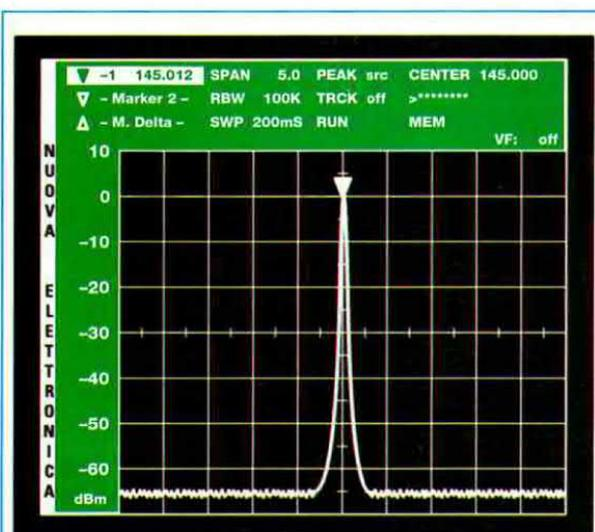

Fig.56 Dopo aver reso attivo il Marker 1, portate la V sulla frequenza fondamentale.
**Fig.55** Con uno Span di 1000 (vedi fig.50) difficilmente riuscirete a leggere un'esatta frequenza. Per leggere un'esatta frequenza dovrete scegliere uno Span di 5, poi digitare nella riga Center l'esatto valore della frequenza fondamentale. Questa traccia si porterà esattamente al centro dello schermo. Se doveste notare che il segnale fuoriesce dallo schermo pigiate i tasti F1, 7 e poi pigiate il tasto - in modo da ridurre la sensibilità. In questo modo la scala passerà da -10 dBm a 0 dBm poi 10 dBm e l'ampiezza del segnale rientrerà all'interno dello schermo (vedi fig.56).
A questo punto pigiate il tasto **-** fino a portare la traccia a 1 quadretto più in **basso** dell'estremità superiore (vedi fig.56).
Noterete che la frequenza che si legge in questa riga avrà una **irrisoria tolleranza**: infatti potrà apparire **145.012 MHz** o al massimo **145.025 MHz** se non l'avete esattamente centrata (vedi fig.56).